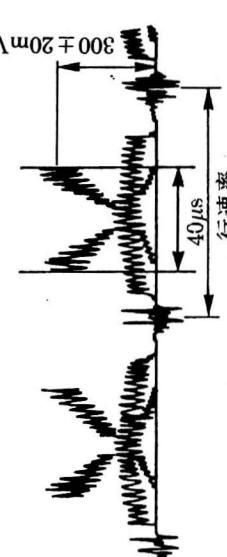

图 50
② 示波器连接 TP2 和 B302 脚 12；
③ 调节摄像部分，以获得 40μs，如图 50 所示；
④ 调节 AGC 控制（VR304），使信号电平为 0.30V ± 0.02Vp-p。